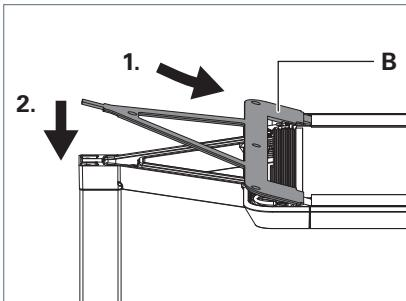

Fig. 8: Abdeckung montieren.
- ▶ Setzen Sie die Abdeckung **B** mit den drei Laschen an der Unterseite der Abdeckung in die Aussparungen am Leuchtenkopf und drücken Sie die Abdeckung fest, siehe Fig. 8.